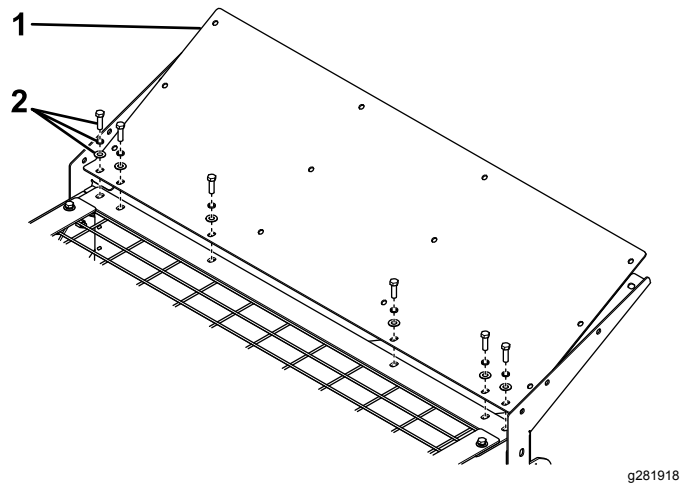

图3
5. 用先前卸下的垫圈、分体式锁紧垫圈和螺栓将泄漏防护主板固定到料斗和顶部滤网上图3。